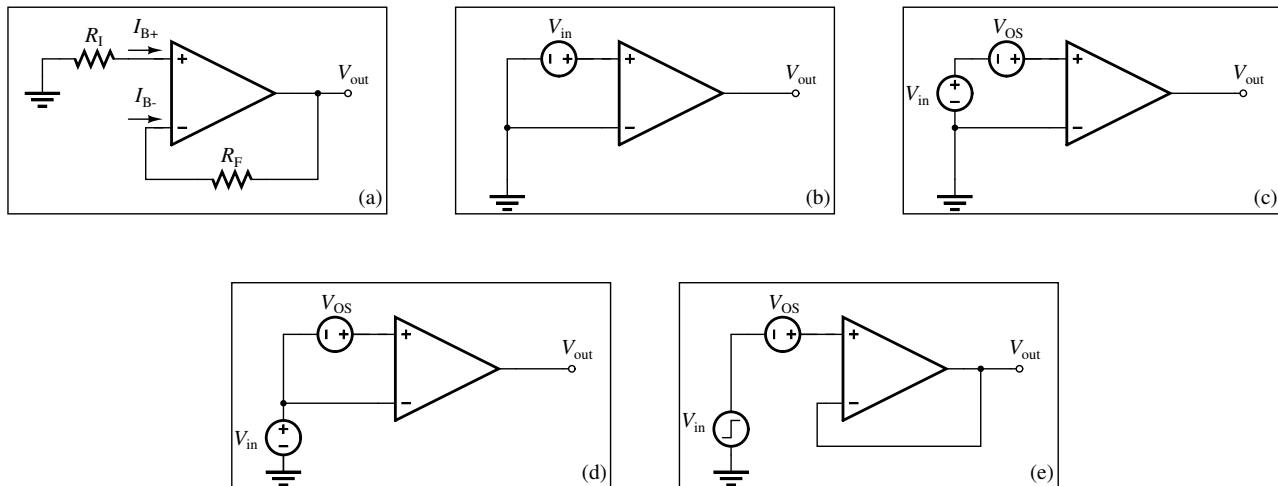

Figura 1: Circuitos estudo de caso.
1. Descreva o circuito da **Figura 1(a)** no simulador elétrico Micro-Cap considerando, inicialmente, $R_I = 1 \text{ M}\Omega$ e $R_F = 0 \Omega$. Meça a **corrente de polarização de entrada** I_{B+} e a tensão de saída V_{out} do circuito e discuta os resultados.
3. Descreva o circuito da **Figura 1(b)** considerando V_{in} como sendo uma fonte do tipo DC que pode variar desde $V_{min} = -5 \text{ mV}$ até $V_{max} = +5 \text{ mV}$. Através de uma simulação DC (*sweep*), com intervalos $\Delta V = 1 \mu\text{V}$, trace a **curva característica** do circuito V_{out}/V_{in} e identifique o **nível de deslocamento DC (offset)** da topologia. Compare o valor obtido com aquele informado pelo fabricante na **folha de dados** do componente.
4. Utilizando o valor de V_{OS} encontrado no item anterior, descreva os circuitos da **Figura 1(c)** e **Figura 1(d)** para mensurar, respectivamente, o **ganho DC diferencial** e o **ganho DC de modo comum** do ampop. Para o primeiro caso, a configuração de V_{in} do item 3. pode ser mantida, mas para o segundo, altere os intervalos para $V_{min} = -3 \text{ V}$ até $V_{max} = +3 \text{ V}$. **Dica:** lembre-se que o ganho é dado pelo valor máximo da derivada da curva de transferência em módulo. Utilize o comando $dd(u)$ para calcular derivadas numericamente em uma simulação DC.
6. Por fim, descreva o circuito da **Figura 1(e)** considerando V_{in} como um degrau de tensão abrupto ($t_{rise} = 0$ ps) desde $V_{min} = -15$ V até $V_{max} = +15$ V. Através de uma simulação transiente, extraia a **taxa de inflexão (slew rate)** da tensão de saída V_{out} . Normalize o valor para a unidade $V/\mu s$ e compare o valor obtido com aquele informado pelo fabricante na **folha de dados** do componente. **Dica:** Utilize o comando $ddt(u)$ para calcular derivadas numericamente em uma simulação transiente.